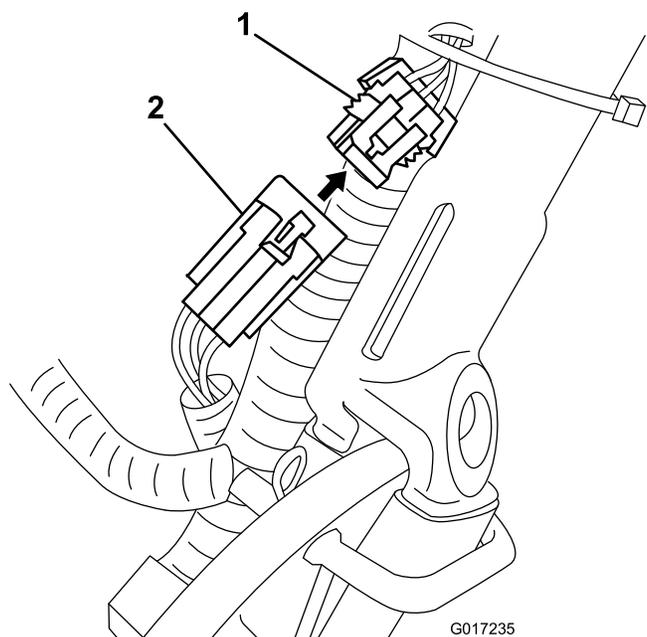

图12
3. 从主线束断开电池组小接头到机器线束的连接 (图 12)。
14. 将电池组到机器的线束布到机器左侧主线束的下后方，将线束上的小型 6 针接头连接到图12所示主线束上的匹配接头上。